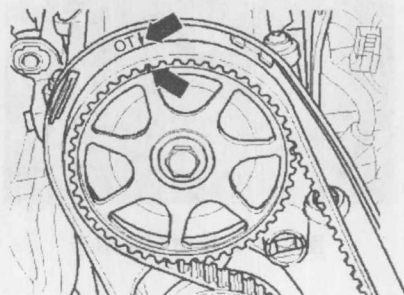
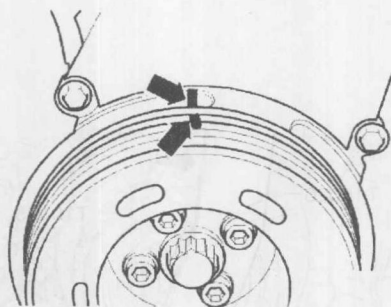
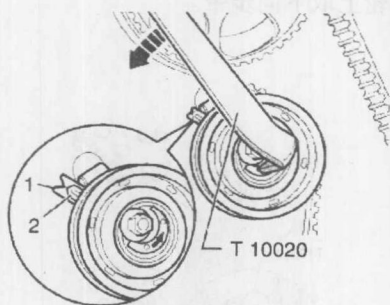

图1-4-4 对齐正时标记
图1-4-5 曲轴带轮的正时标记
图1-4-6 转动旋转变器位置
- ⑬转动着将凸轮轴正时齿轮安装到曲轴上至1缸上止点位置。凸轮轴正时齿轮的标记必须与同步带护罩的箭头齐平,如图1-4-4所示。
- ⑭标记同步带的转动方向。
- ⑮松开带轮并将同步带取下。
- ⑯将曲轴略微向反方向旋转。
- ①将同步带放到曲轴齿轮和水泵上(注意转动方向)。
- ②将凸轮轴正时齿轮上的标记和同步带护罩上的标记调节到互相重合,如图1-4-4所示。
- ③安装中部和下部同步带护罩。
- ④用新螺栓安装上减振器/带盘。拧紧力矩: $10\text{ N}\cdot\text{m}+90^\circ$ 。
- ⑤将减振器上的曲轴置于1缸1的上止点,如图1-4-5所示。
- ⑥将同步带放在带轮和凸轮轴正时齿轮上。
- ⑦张紧同步带。为此在凸轮上向左(箭头方向)转动双端面孔螺母旋转器 T10020 直至限位位置,如图1-4-6所示。然后松开同步带,直至切口1和指针2位于相对位置,用 $20\text{ N}\cdot\text{m}$ 的力矩拧紧固